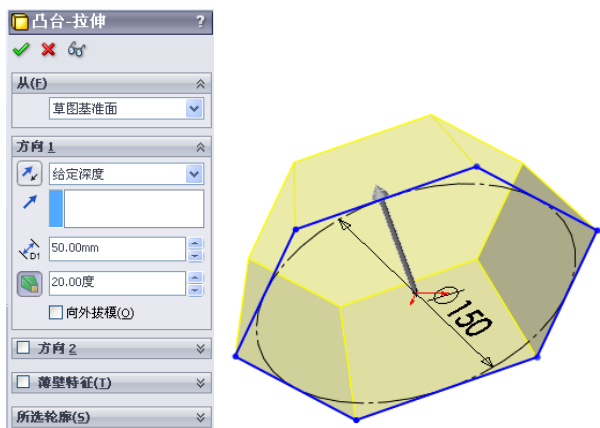

图 10-99 进行拉伸操作
(3) 生成“拉伸”特征。选择菜单栏中的“插入”→“凸台/基体”→“拉伸”命令, 或者单击“特征”工具栏中的 (拉伸凸台/基体) 按钮, 系统弹出“拉伸”属性管理器, 在方向 1 的“终止条件”栏中选择“给定深度”, “深度”栏中输入值“50”, 在“拔模斜度”栏中输入数值“20”, 如图 10-99 所示, 然后单击 (确定) 按钮。